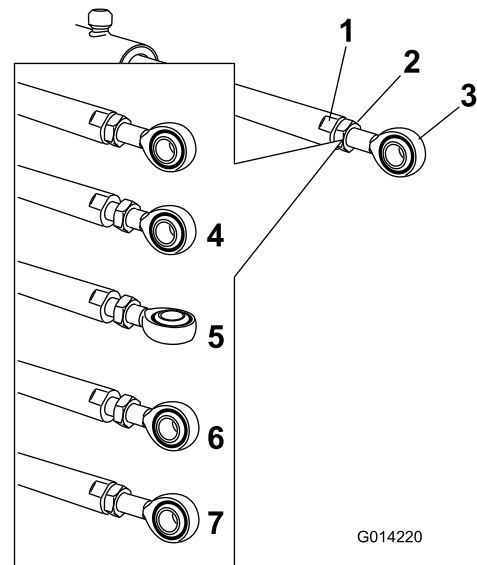

Figure 151
5. Placez une clé sur les méplats de la tige du vérin pour l'immobiliser, puis desserrez l'écrou de blocage (Figure 151).
6. Tournez l'embout dans la tige du vérin pour raccourcir ou allonger le vérin déployé à la longueur voulue (Figure 151).